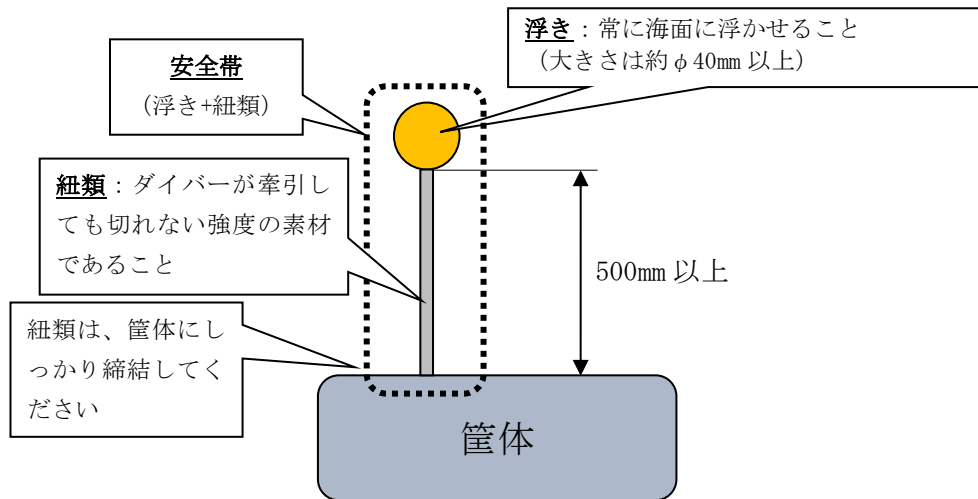

図 4-1-2 安全
- 1) **安全帯の設置**：競技区域付近で漁船の往来が予想されるため、事故防止の観点から、海面上で筐体の位置が把握でき、コースアウトした際にはダイバーが安全に筐体を捕まえられるように安全帯を設置してください。(図 4-1-2)